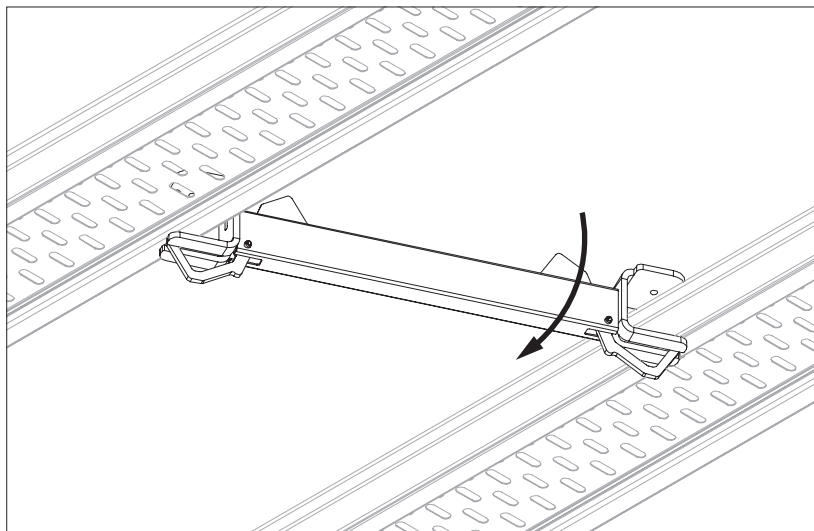

Fig. A7.04b
3. Nella posizione prevista, sollevare la traversa per impalcato in diagonale dal basso nella fessura nell'impalcato e ruotarla perpendicolarmente sugli impalcati adiacenti. (Fig. A7.04b)